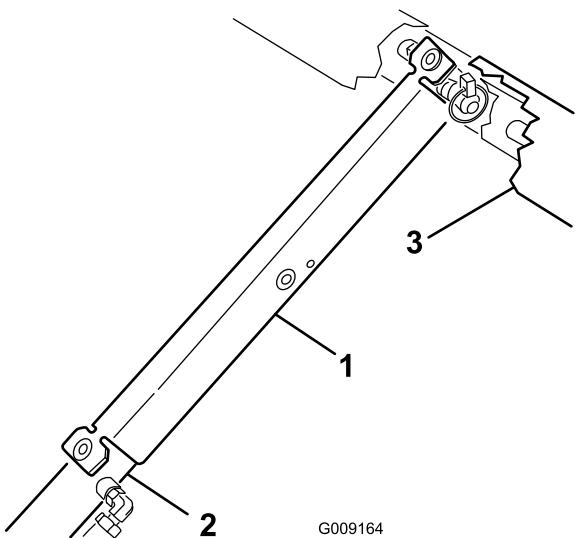

Figura 43
8. Spingete il supporto del pianale sull'asta del cilindro, assicurandovi che le alette alle estremità del supporto poggiino sull'estremità della canna del cilindro e sull'estremità dell'asta del cilindro (Figura 43).